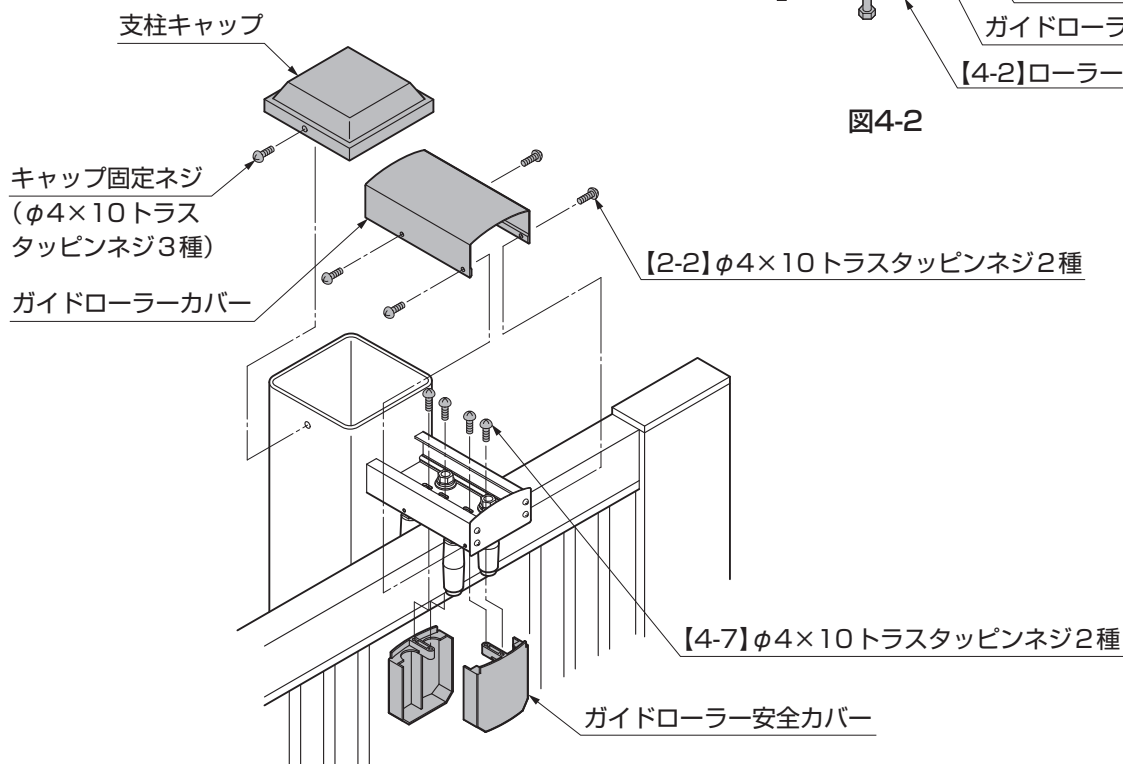

図4-3
②ガイドローラー安全カバーを【4-7】で取付けてください。(図4-3参照)
③支柱キャップを一度はずし、ガイドローラーカバーを【2-2】で取付け、再度支柱キャップを取付けてください。(図4-3参照)